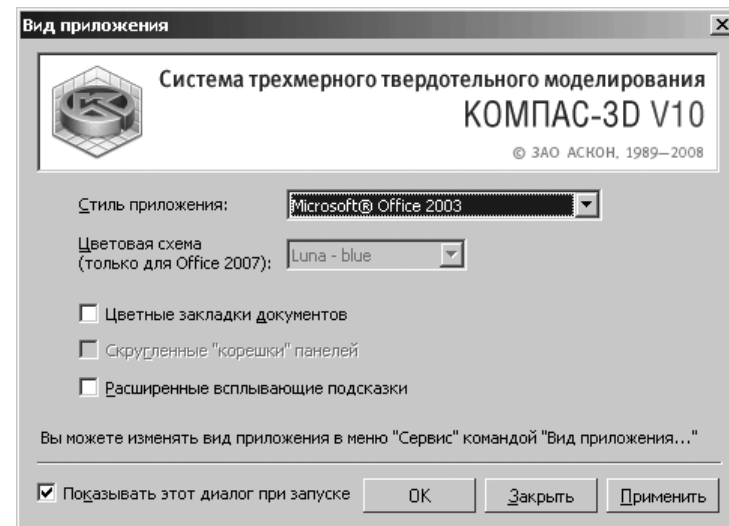

Рис. 5.116. Диалоговое окно **Настройка интерфейса**
- **Настройка интерфейса** вызывает диалоговое окно **Настройка интерфейса** (рис. 5.116). Это диалоговое окно предназначено для настройки интерфейса системы (состава инструментальных панелей, клавиатурные комбинации для вызова команд, отображение кнопок и другие параметры);